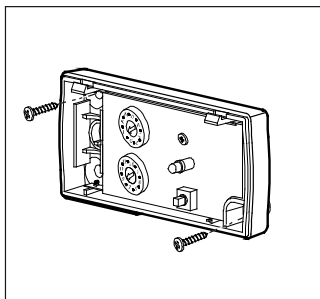

Fig. 5
3. Monteer de onderkant horizontaal op de gewenste plek met twee schroeven. Fig. 5. Monteer de eenheid niet verticaal om lekkage te voorkomen.